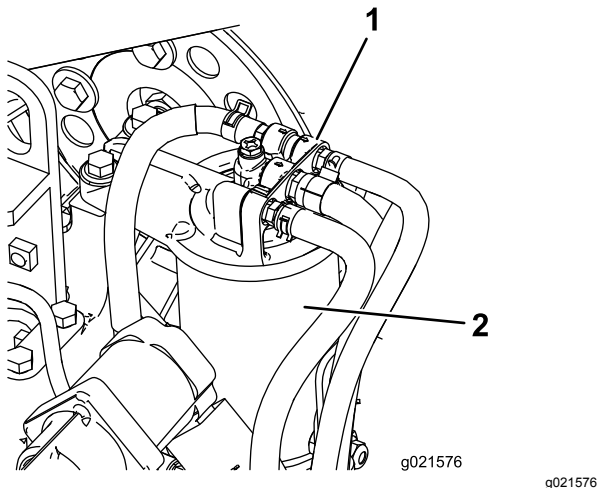

Figure 74
1. Nettoyez la surface autour de la tête du filtre à carburant (Figure 74).
2. Déposez le filtre et nettoyez la surface de montage de la tête du filtre (Figure 74).